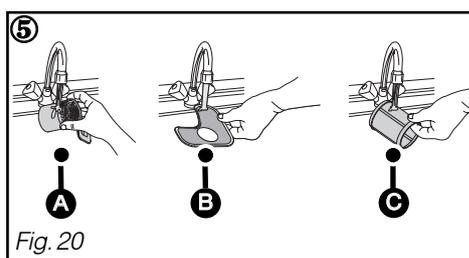

Fig. 20
- ② Dévissez d'un quart de tour le filtre à déchets puis le retirer Ⓐ .
- ③ Retirez le filtre principal Ⓑ .
- ④ Retirez le tamis micro filtre Ⓒ .
- ⑤ Nettoyez soigneusement les filtres Ⓐ , Ⓑ et Ⓒ sous l'eau courante. (Fig. 20)